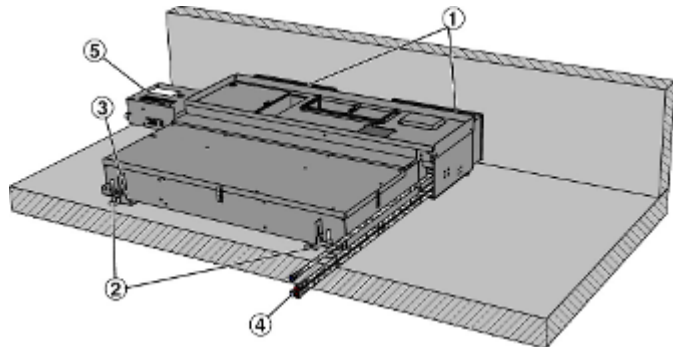

Abb. 6: Geräteaufstellung, Beispiel ROOMAIR-U-ZAS Ausführung rechts
1. ▶ Lüftungsgerät mit den Luftöffnungen (Abb. 6/1) vor die Öffnungen der Fassade stellen.
Stellfüße (Abb. 6/2) so justieren, dass die Luftöffnungen des Geräts mit den Luftöffnungen in der Fassade übereinstimmen. Stellfüße kontern. Gerät etwas an die Fassade schieben, so dass die Dichtungen geringfügig komprimiert werden und das Lüftungsgerät dicht mit den Fassadenöffnungen verbunden ist.
2. ▶ Das Lüftungsgerät mit geeigneten Schrauben (\varnothing 6 mm) mit den Befestigungswinkeln (Abb. 6/3 am Rohfußboden) fixieren.
3. ▶ Wasseranschlüsse (Abb. 6/4) herstellen, (flexible Anschlussschläuche optional) auf Dichtheit prüfen (abdrücken).
4. ▶ Elektrische Anschlüsse am Klemmenkasten und der Reglerbox (Abb. 6/5) herstellen. Das Netzwirkabel, kommend von der Reglerbox am Lüftungsgerät in den Netzwirkanschluss (Abb. 2, Abb. 3/10) unterhalb der Servicebuchse einstecken. → 22 und Funktionsprüfung durchführen.